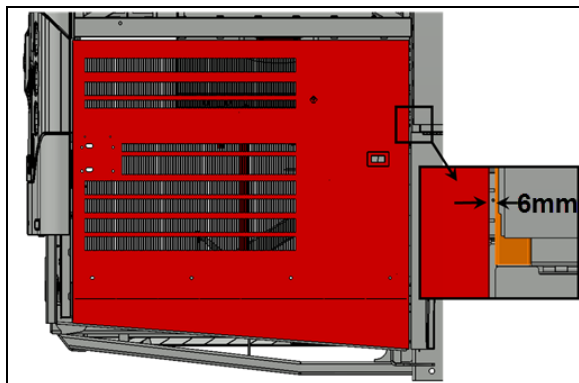

FIGURE 48:
5. Vérifier le jeu entre la porte et l'aile arrière au niveau du bras supérieur de la porte. Le jeu devait être $1/4''$ (6 mm) (Figure 48:).